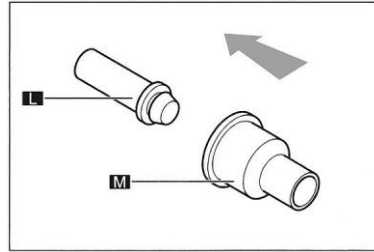

Рис. 30
1. Щоб знову зібрати зливний кран, виконати кроки, показані на рис. 30–25, у зворотному порядку (розділ 6.2.5).
2. Щоб прикріпити важіль (F), натиснути на стрижень (D) зсередини, доки не вийдуть напрямні, потім вставити важіль (F) і повільно відпустити стрижень (D).